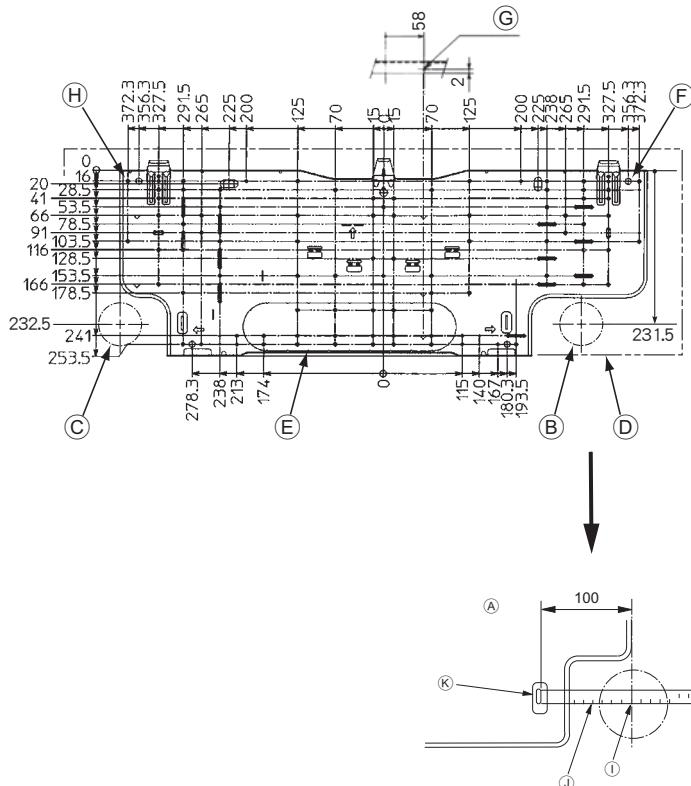

Рис. 3-2
■ PKFY-P·VHM-E (Рис. 3-2)
- Ⓐ Монтажная плита ①